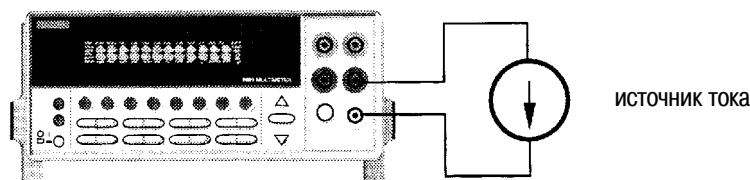

Рис. 8 Измерение постоянного и переменного тока
4. Присоедините измерительные провода к источнику тока, как показано на рис. 8.